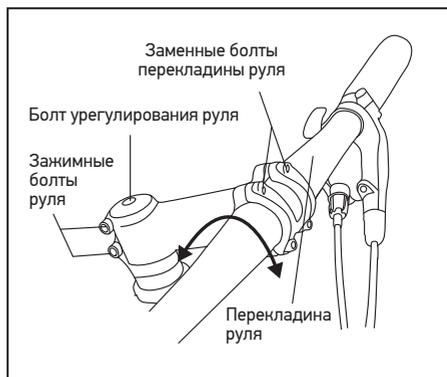

Рис. 24: Болты переключателя руля
1. Ослабить зажимные болты руля на выносе руля (Рис. 24).
2. Изменить положение переключателя руля, поворачивая его из стороны в сторону. Проверить, чтобы переключатель руля был центрирован относительно стержня руля (Рис. 24).
- Прямого соединения (Рис. 24)